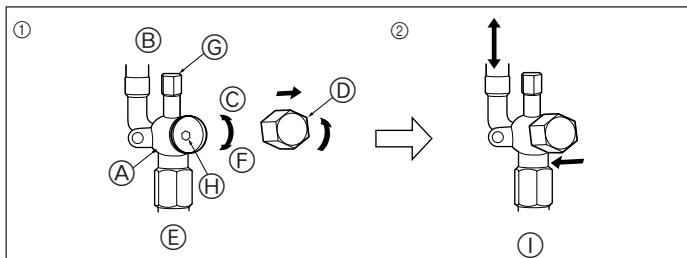

Fig. 5-6
5.5. Stopventil, åbnemetode (Fig. 5-6)